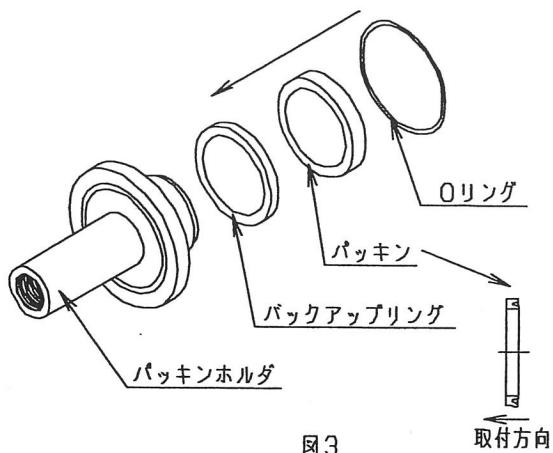

図3
- ⑤オイルダンパ部を分解する場合は、オイルダンパ部を取り外した後、六角穴付ボルト(M5)を外して弁棒ガイドからオイルキャップ、弁棒を外します。(図3)
- ④ボディの二面取り部をバイスに固定し、呼び4 1のスパナをかけてバルブシート押さえを緩めます。その際、バルブシート押さえやプラグに壊食が見られれば交換してください。（図3）
⑥新しいパッキン・バックアップリングの組付は、組付品に傷がないことを確認しクラシクケースの潤滑に使用している潤滑油を塗布し、パッキンホルダに挿入してください。(図3)